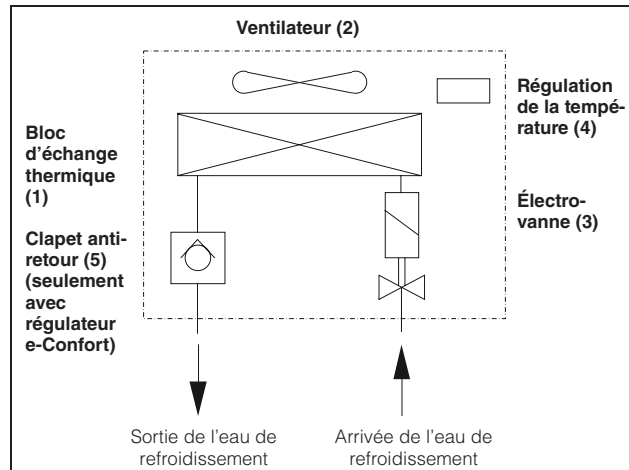

Fig. 2 : Échangeur thermique air/eau
L'échangeur thermique air/eau se compose des éléments principaux (voir fig. 2) : le bloc d'échange thermique (1), le ventilateur (2), la régulation de la température (3) et le clapet anti-retour (5).